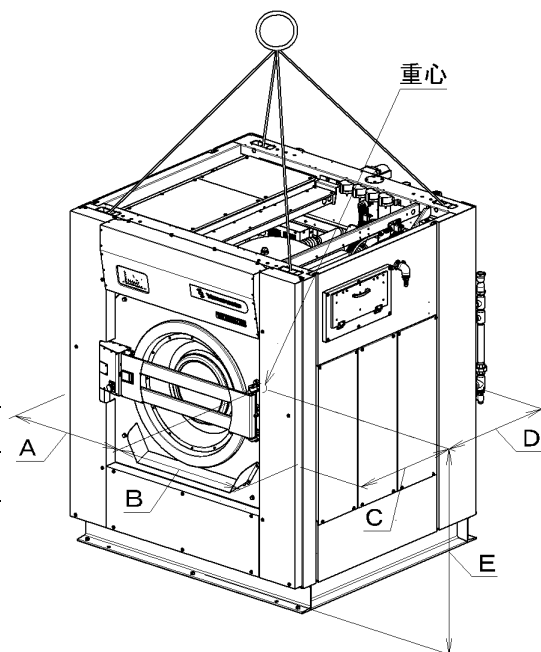

図 3-1
- 3) クレーン等で機械を吊り上げるときは、本体上部四隅(図 3-1)の 4 ヶ所に必ずフックを掛けて吊り上げます。
- 4) 重量と重心(図 3-1)